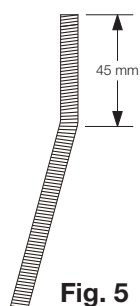

Fig. 5
a) si la crémaillère est pré-installée à une valeur supérieure à celle indiquée dans la Figure 1, ou si de l'eau peut stagner, il faut surélever la plaque de fondation; dans cette éventualité plier les barres à une hauteur de 45 cm environ comme cela est illustré dans la Figure 5.